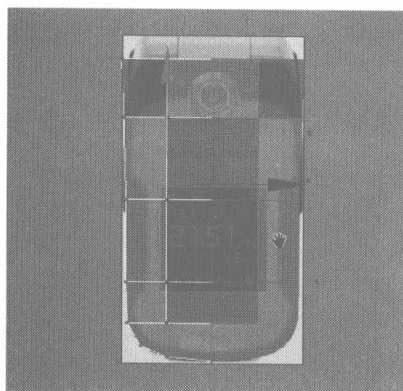
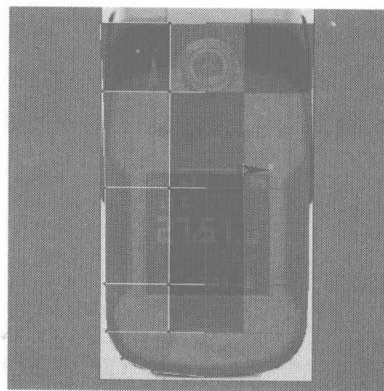

图 4.12
图 4.13
- 08** 在 Front 视图中框选如图 4.12 所示的节点, 沿 X 轴向中间移动节点, 如图 4.13 所示。